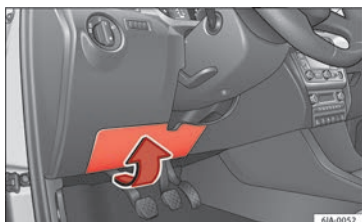

Abb. 54 Auf der Fahrerseite in der Instrumententafel: Abdeckung des Sicherungskastens.
- Neigen Sie den Deckel vorsichtig in Pfeilrichtung und nehmen Sie ihn ab »» **Abb. 54**.